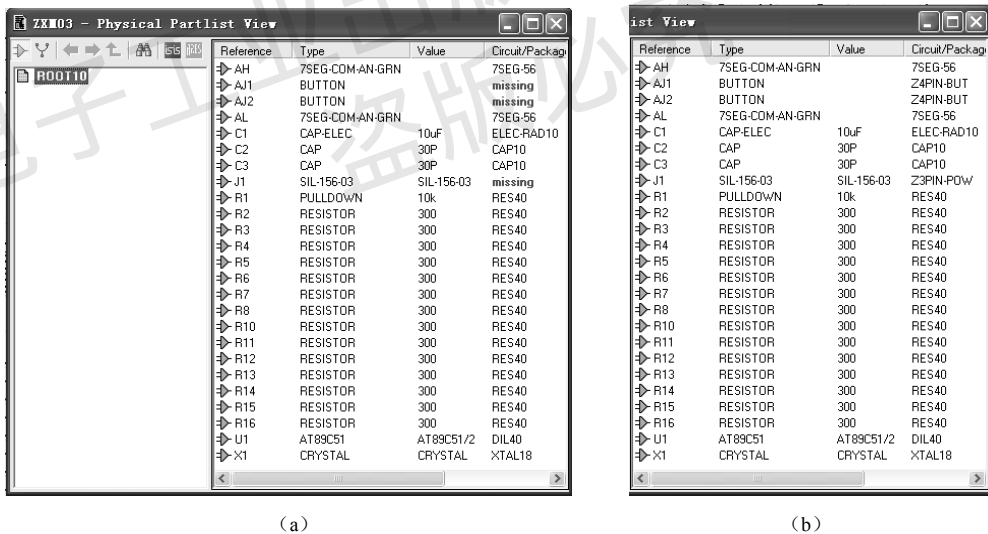

图 3-2 打开设计浏览器，查看元器件、封装等信息
② 单击 ISIS 工具栏中的设计浏览器按钮 ，打开如图 3-2 (a) 所示设计浏览器，查看元器件、封装等信息。本项目有三个元器件 (AJ1、AJ2、J1) 标有无封装或未指定封装的红色 missing 标识 (见图 3-2 (a))，即两个按键和一个电源插座无封装或未指定封装，应在进行 ARES 设计前解决好它们的封装问题，如图 3-2 (b) 所示。